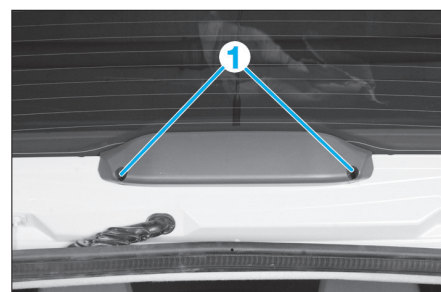

FIG. 90
- Déposer les vis de fixation (1) (Fig.90).